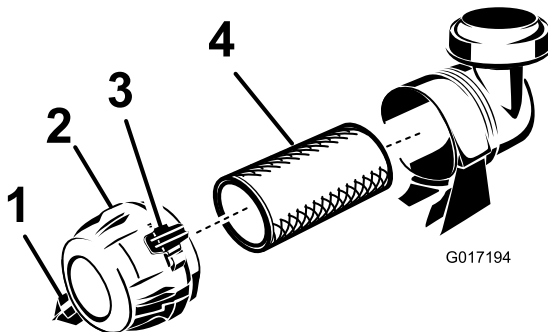

Figura 22
1. Tirate il fermo verso l'esterno e ruotate il coperchio del filtro in senso antiorario (Figura 22).
3. Estraiete con cautela il filtro dal corpo, in modo da ridurre lo spostamento di polvere (Figura 22), Evitate che il filtro colpisca il corpo del filtro dell'aria.
3. Pulite il foro di espulsione della morchia, previsto nel coperchio rimovibile (Figura 22). Togliete la valvola di uscita in gomma dal coperchio, pulite la cavità e rimontate la valvola di uscita.